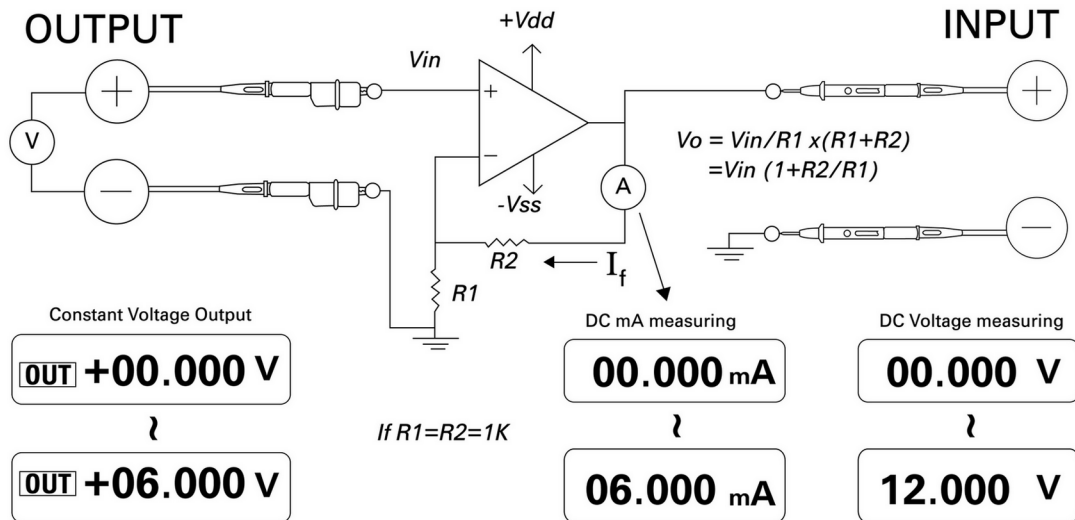

Abbildung 5-14 Spannung-Strom-Wandler
Durch Beibehaltung der Differenzeingangsspannung von null sorgt der in Abbildung 5-14 dargestellte Operationsverstärker dafür, dass der Strom $I = V_{in}/R1$ durch die R2-Last im Rückkopplungspfad fließt. Dieser Strom ist unabhängig von der Ladung.
- 5 Schließen Sie den Operationsverstärker an, wie in Abbildung 5-14 gezeigt.
- 8 Alternativ können Sie den Drehregler in die Position $\approx mA / \text{Ⓢ}$ stellen und die Eingangssondenleitungen anstelle des Messgeräts **A** anschließen wie in Abbildung 5-14 dargestellt. Sie werden feststellen, dass der gemessene Strom proportional zur Spannungseingabe in den Operationsverstärker ist.